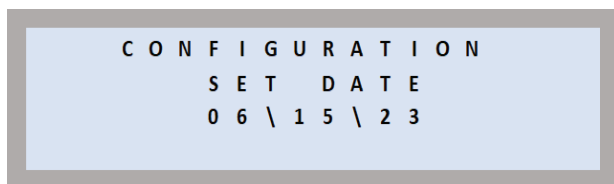

Figura 51
- Il software salva le impostazioni della data e torna alla schermata predefinita di Impostazione della data (05/11/25). La data visualizzata in questa schermata (vedere Figura 51) è sempre 05/11/25. La nuova data impostata non apparirà su questa schermata, ma verrà visualizzata su tutte le altre schermate con una data, come la schermata del titolo e le schermate di test.